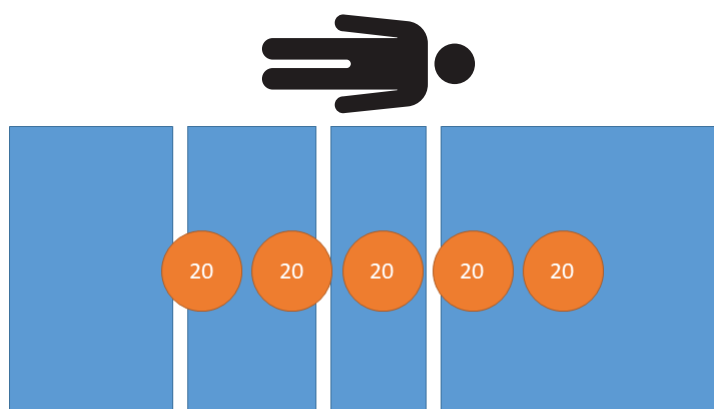

図 20 – 重量性能試験 - 100 kg
3. 較正済み分銅を使用して、100 kgを製品に載せます (図 20)。
9. 較正済み分銅を使用して、100 kgを製品に載せます (図 20)。